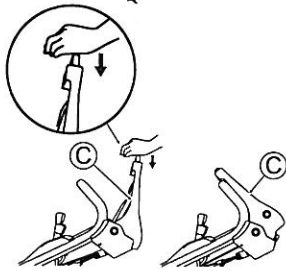

Abb. 2.
- 3 Drücken Sie den Klängenhebel (C) nach vorne und drücken Sie gleichzeitig dessen gelben Knopf. (Siehe Abb. 2.) Die Klinge beginnt, sich zu drehen.